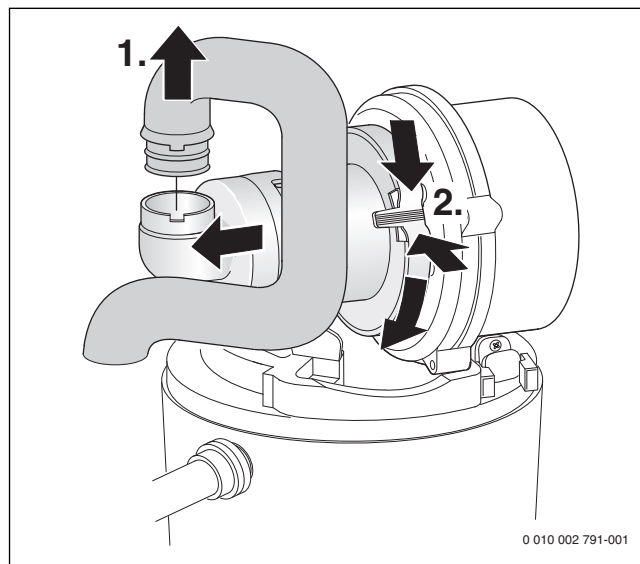

Fig. 50 Demontarea țevii de gaz și a sistemului de amestecare
- ▶ Demontarea dispozitivului de amestecare (→ Fig. 50).